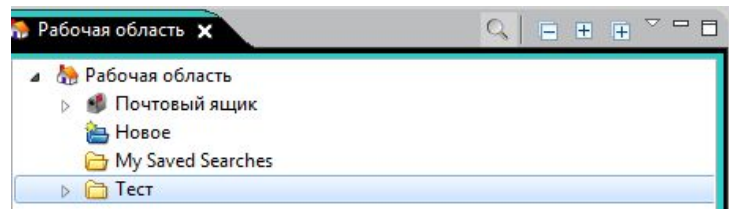

Рис. 10
1. В рабочей области необходимо выбрать папку для создания объекта(папка, деталь, сборка). Следует **обращать внимание, где располагается синяя полоска в рабочей области, она определяет место создания нового файла** (Рис.10)